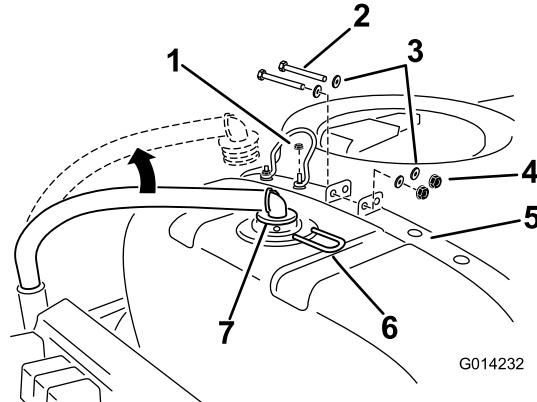

Figura 7
- Scollegate il flessibile di alimentazione sulla parte posteriore superiore del serbatoio principale (Figura 7).